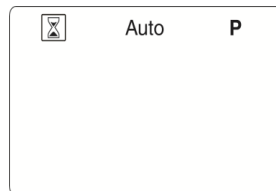

Fig. 9
- 1) *premere, sul controllo remoto, il tasto (▶), finché viene contornato il simbolo  del funzionamento manuale, come in Fig.9;*